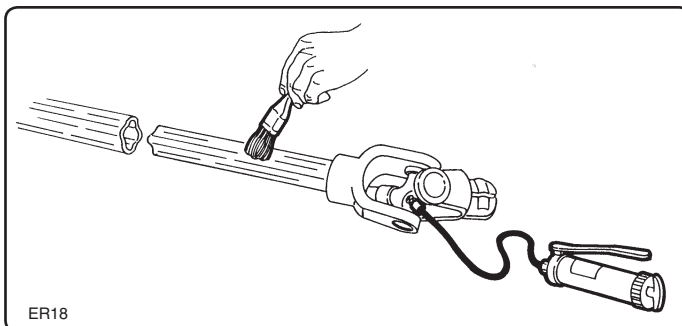

fig. 7.5.1
7.5.1 - Cleaning and greasing the drive-line (fig. 7.5.1)
7.5.1 - Pulizia e ingrassaggio albero cardanico (fig. 7.5.1)